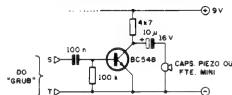
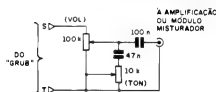

Fig.5
Fig.6
- **FIG. 5 - OUVINDO O "RUIDO BRANCO"**... - O mais elementar módulo para amplificação/audição direta dos sinais gerados pelo GRUB, tem seu esqueminha super-simples mostrado na figura... Como a demanda de Corrente será ainda muito baixa, nada impede que a mesma bateriazinha de 9V usada para energizar o próprio GRUB seja também aplicada na alimentação do módulo mostrado... Na transdução final, tanto servirá uma cápsula piezo (cristal) como um pequeno alto-falante... Quem quiser ter uma melhor "visão" da "brancura do ruído", poderá também acoplar, na saída (entre o terminal **negativo** do eletrofone de 10u e a linha de "terra"...), um fone de ouvido, de qualquer impedância entre 8 ohms e 64 ohms... (o ruído soará bem "bravo", nesse caso...). O módulo mostrado não permite controles, atenuações ou modificações de faixa tonal, e assim o Leitor/Hobbysta ouvirá apenas uma
- **FIG. 6 - ADICIONANDO CONTROLES À SAÍDA DO GRUB** - O sinal básico gerado pelo GRUB é "flat", uniforme e constante em seu nível e distribuição equitativa das faixas tonais (não há ênfases aliás porque isso constitui a própria definição de "ruído branco"... - nos graves ou nos agudos, etc.). Para um perfeito aproveitamento na simulação de sons "naturais" (vento, chuva, mar, etc.), torna-se necessária uma certa "ondulação", uma variação periódica e mais ou menos aleatória (ainda que lenta, em alguns casos...) desses parâmetros... Tais variações podem, perfeitamente, serem promovidas por controles manuais (potenciômetros), conforme sugere o pequeno diagrama, que inclui um controle de nível (volume) e um de tonalidade. O conjunto deve ser acoplado à saída do GRUB (pontos "S-T"), ficando entre este e o bloco seguinte, seja um misturador, seja um amplificador de Potência, seja uma Entrada de Gravação, etc. Para uma atenuação confortável (já que é o próprio operador quem dará o "ritmo" da simulação, do "ondular" de tons que simula o vento, por exemplo...) recomenda-se que os potenciômetros sejam do tipo deslizante, de curso longo, proporcionando assim uma boa gama "física" para os controles... Se o Leitor/Hobbysta pre-
tender experimentar os controles, ouvindo previamente a sua atuação, nada impede que o módulo proposto na fig. 6 seja intercalado entre o GRUB e o módulo de "audição" direta, cujo diagrama vimos na fig. 5... Se o arranjo apresentar seu sinal final num fone de ouvido, será possível analisar e perceber bem as possibilidades do GRUB...